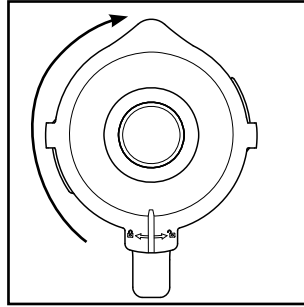

Fig. 2
- 4) Sæt låget ② forskudt på blenderkanden ③ igen. Luk låget ② ved at dreje det med uret til position , indtil det klikker hørbart på plads (se fig. 2). Sørg for, at hældetuden på blenderkanden ③ er lukket. Motoren kan kun startes, hvis låget ② slutter helt til.